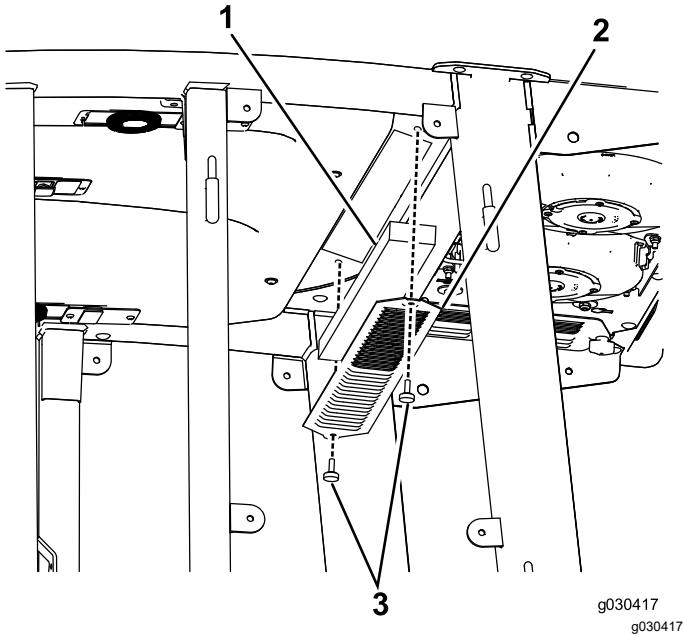
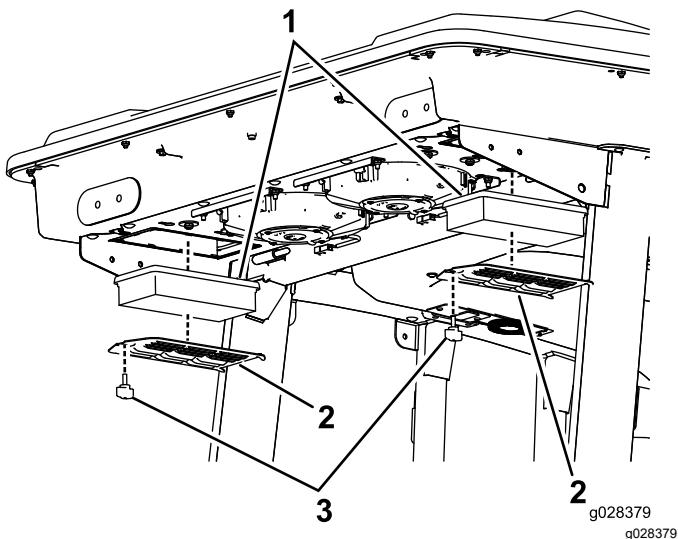
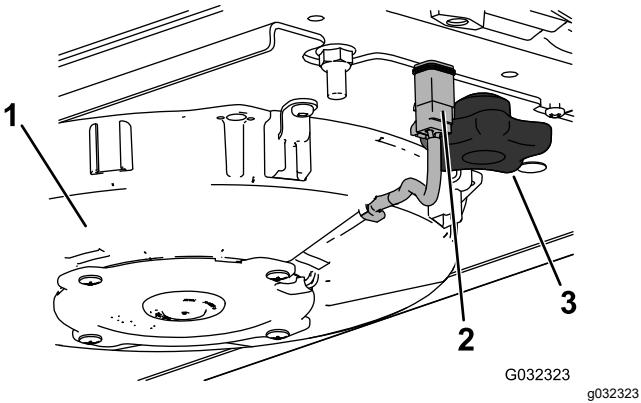

Bild 59
Bild 60
Bild 62
- Nehmen Sie die Schrauben und Gitter von den internen und hinteren Kabinenluftfiltern ab (Bild 59 und Bild 60).
2. Schließen Sie das Kabel jedes Lüfters ab (Bild 62).
3. Entfernen Sie die zwei Handräder und nehmen den Lüfter ab (Bild 62).
5. Entfernen Sie die Luftfilter (Bild 60).
7. Bauen Sie Luftfilter, Gitter und Klimaanlage wieder ein (Bild 60, Bild 63 und Bild 62).
8. Schließen Sie das Kabel jedes Lüfters an (Bild 62).